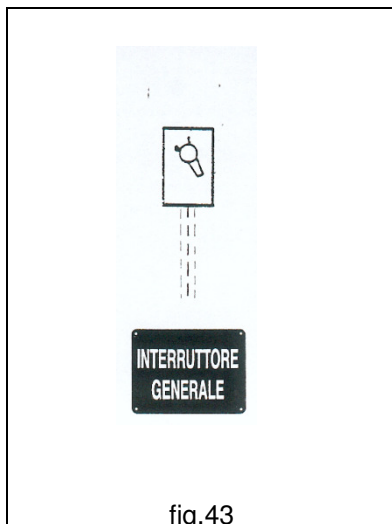

fig.43
- **Installer, à proximité de la potence, un interrupteur de ligne, protégé contre les courts-circuits, en signalant la fonction moyennant une plaque (fig.43).**